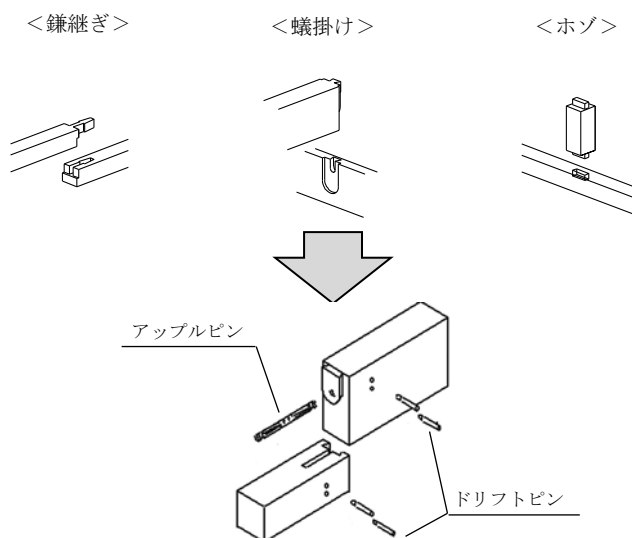

図 2-2<金物の合理化>
- (2) 梁端部の金物を3種類にして、梁成によって差し込む金物本数の標準化を図り、施工の簡略化、現場管理の簡略化、ひいては工期短縮に繋がる。(図2-2)